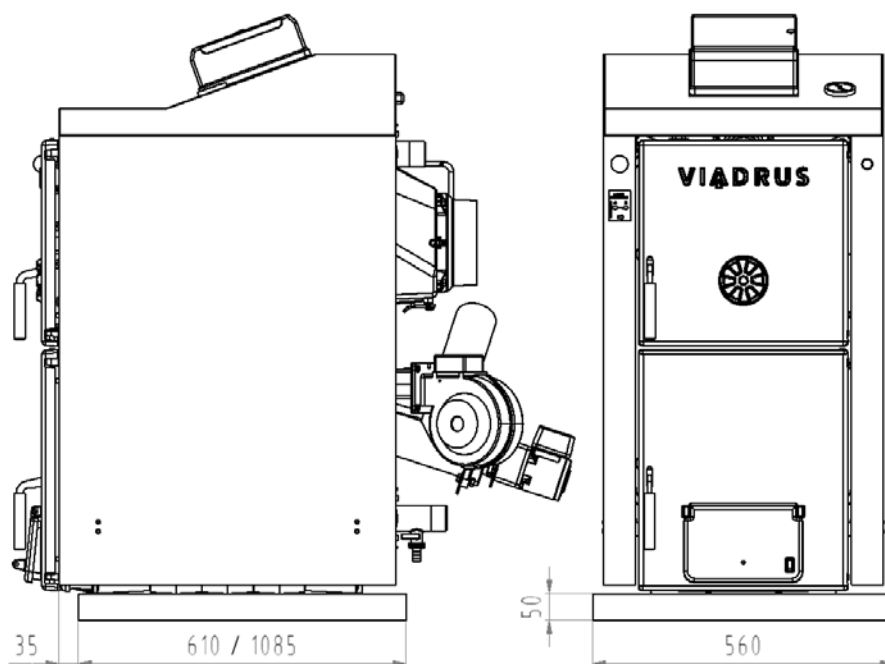

Рис. no. 6 Размеры цоколя под корпус котла
1. Установить корпус котла на цоколь (см.Рис. no. 6).